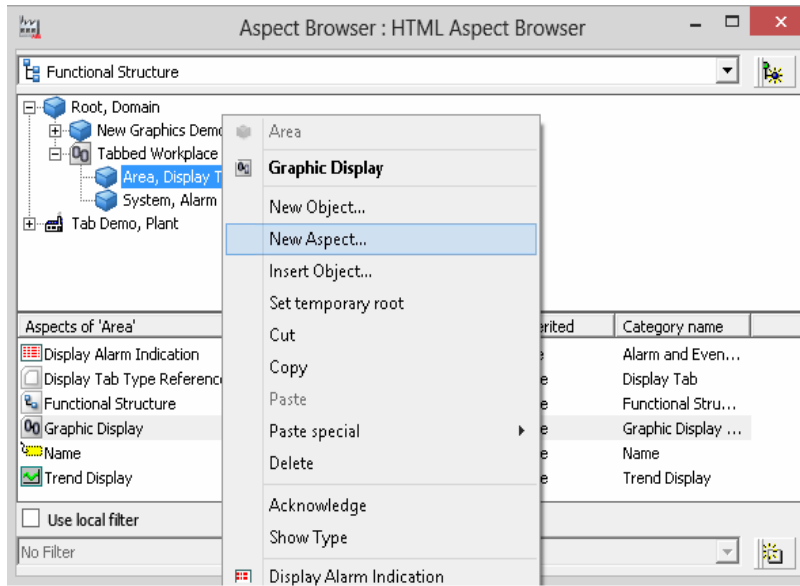

Abbildung 129. Neuen Aspekt anlegen
2. Klicken Sie mit der rechten Maustaste auf das Objekt, dem Sie eine Bediener-Trendanzeige hinzufügen wollen. Wählen Sie **neuen Aspekt** aus, siehe Abbildung 129.